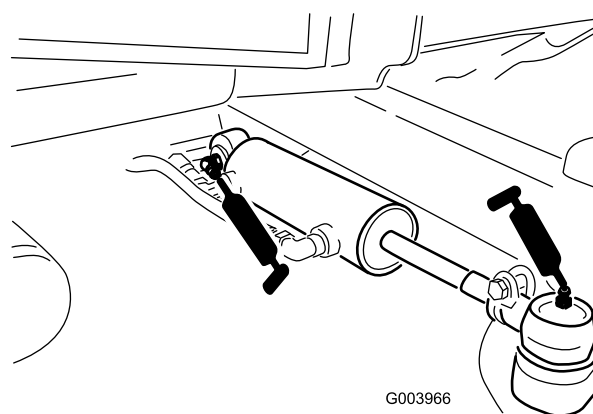

図 56
- ・ ステアリングシリンダのボールジョイント（2ヶ所）（図 56）